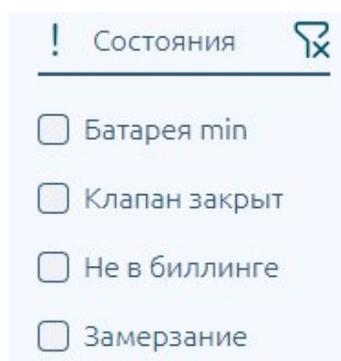

Рис. 11: Состояния
- Состояния- сортировка по состоянию ПУ закрытый клапан/батарея на минимуме/замерзание/не в биллинге (Рисунок 11)